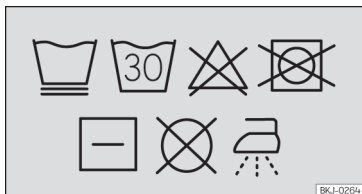

Fig. 153 Étiquette des housses de protection : symboles des instructions de lavage
• Instructions de lavage des housses de protection amovibles »» fig. 153 :